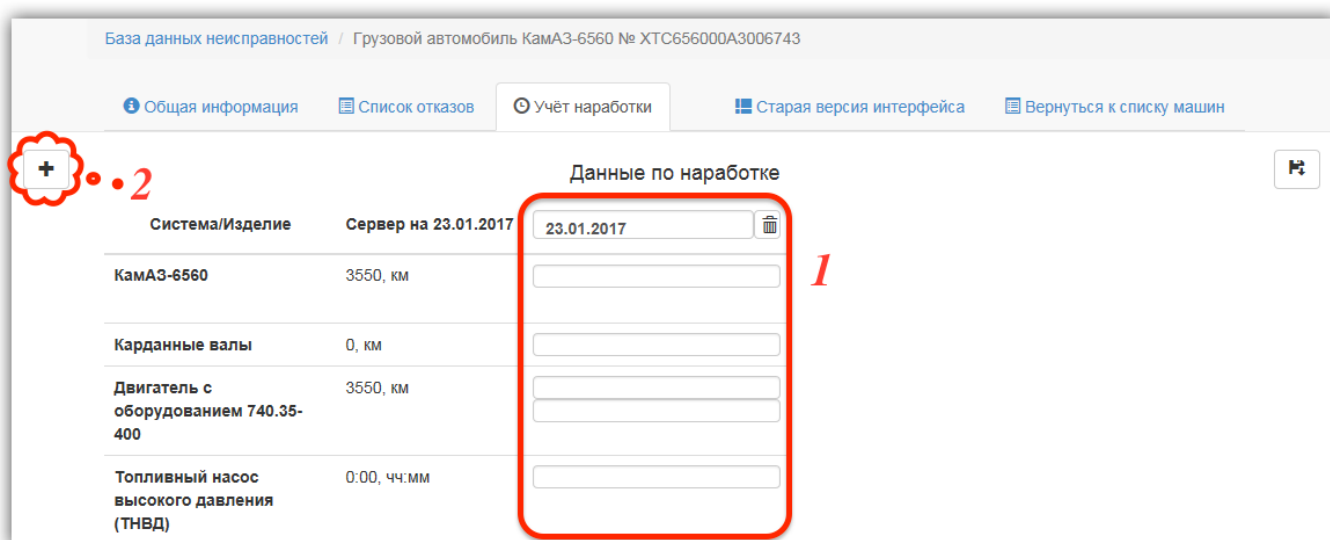

Рис. 8-33 – Вкладка «Учет наработки» в режиме редактирования
2) В результате поля даты и наработок на эту дату станут доступны для редактирования (1 на рис. 8-33). При необходимости можно отредактировать введенные ранее данные по наработке.
В режиме редактирования на вкладке «Учет наработки» добавляется кнопка «Добавить наработку»  (1 на рис. 8-33), а кнопка «Редактировать»  заменяется кнопкой «Сохранить» .
В приведенном на рис. 8-33 примере задается наработка машины и изделий с ИУН, из которых «Карданные валы» и двигатель являются «системами» машины. При этом для двигателя учитывается наработка в километрах и часах работы двигателя. Топливный насос не является «системой» машины, однако его наработка может быть учтена индивидуально, так как для него установлен флаг «Индивидуальный учет наработки».
При синхронизации с сервера значение наработки двигателя было задано только в км и для него в колонке «Сервер на 23.01.2017» нулевая наработка в часах его работы не выводится. Однако при создании новой наработки (1 на рис. 8-33) возможно ввести наработку в каждой из этих единиц измерения.
4) Для ввода новых данных по наработке нажать кнопку «Добавить наработку»  слева в верхней части вкладки (2 на рис. 8-33). В результате в таблице появится новый столбец наработки с текущей датой (если наработка на текущую дату уже задана, поле даты не заполняется).